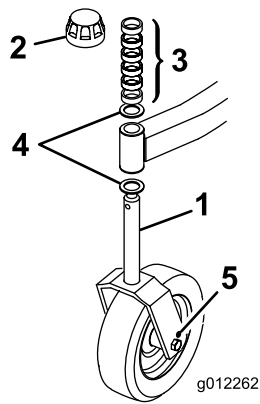

Figura 14
**Nota:** Puede obtenerse un mejor acabado del césped a alturas de corte menores bajando la parte trasera de la unidad de corte. Esto se logra colocando los ejes de las ruedas giratorias traseras en los taladros superiores de las horquillas de las ruedas giratorias (Figura 14). Coloque los ejes en los taladros superiores de las horquillas cuando utilice ajustes de altura de corte superiores y no requiera un aspecto óptimo después del corte.
2. Retire el tapón tensor del eje. Deslice los espaciadores sobre el eje de la rueda giratoria para obtener la altura de corte deseada (Fig. 18 y 19). Luego coloque la arandela (Figura 14) en el eje.
3. Introduzca el eje de la rueda giratoria en el brazo de la rueda giratoria delantera, instale la otra arandela de empuje y los espaciadores restantes en el eje e instale el casquillo tensor para fijar el conjunto (Figura 14).